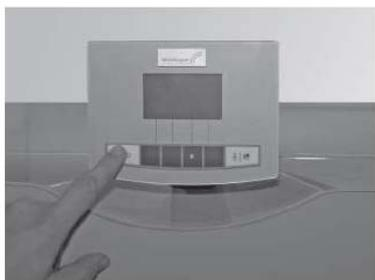

Fig. 116 Spegner la caldaia BioWIN
- Spegner la caldaia BioWIN premendo il pulsante ON/OFF del pannello InfoWINplus (Fig. 116) e attendere fino al completo spegnimento del display.